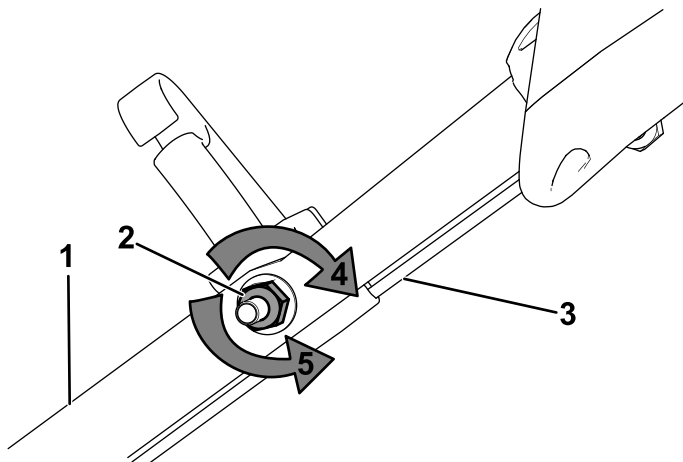

Figura 30
1. Gire la tuerca de ajuste en sentido antihorario para aflojar el ajuste del cable (Figura 30).
2. Ajuste la tensión del cable (Figura 30) tirando del mismo hacia atrás o empujándolo hacia adelante, y sujételo en esa posición.